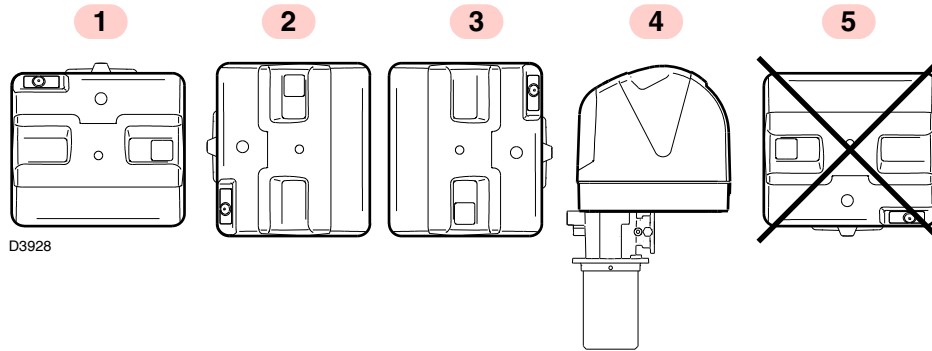

Fig. 12
- El quemador está preparado exclusivamente para funcionar en las posiciones 1, 2, 3 y 4 (Fig. 12).